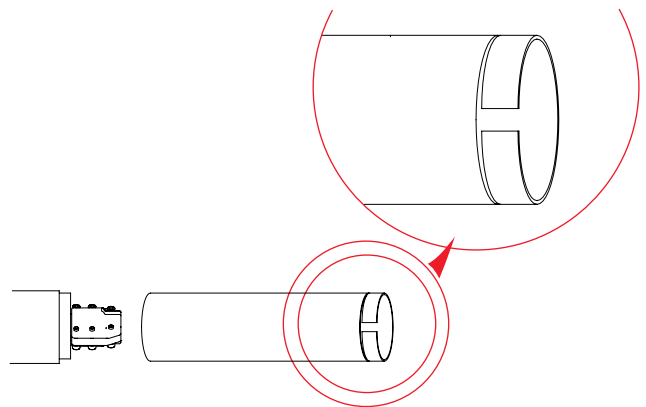

Рис. 41. Расположите трубки концами с пазом наружу
7. Расположите две защитные трубки концами с пазом наружу. См. рис. 41.